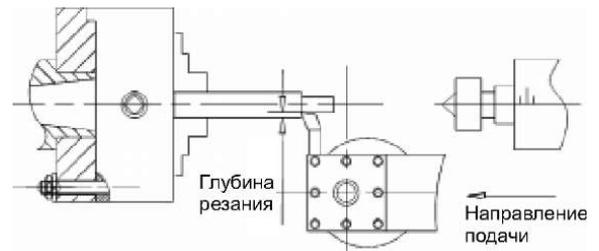

Рис. 19
10.1. Обработка продольной подачей (Рис. 19)